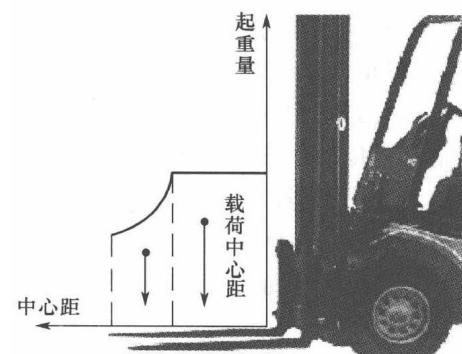

图 1-11 载荷中心距
(1) 额定起重量 允许安全起升或搬运货物的最大质量，以 t(或 kg) 表示。目前市场使用的叉车大多是 5t 以内的叉车。
(2) 载荷中心距 额定起重量货物的重心至货叉垂直段前表面的水平距离，称为载荷中心距(以 mm 表示)，如图 1-11 所示。